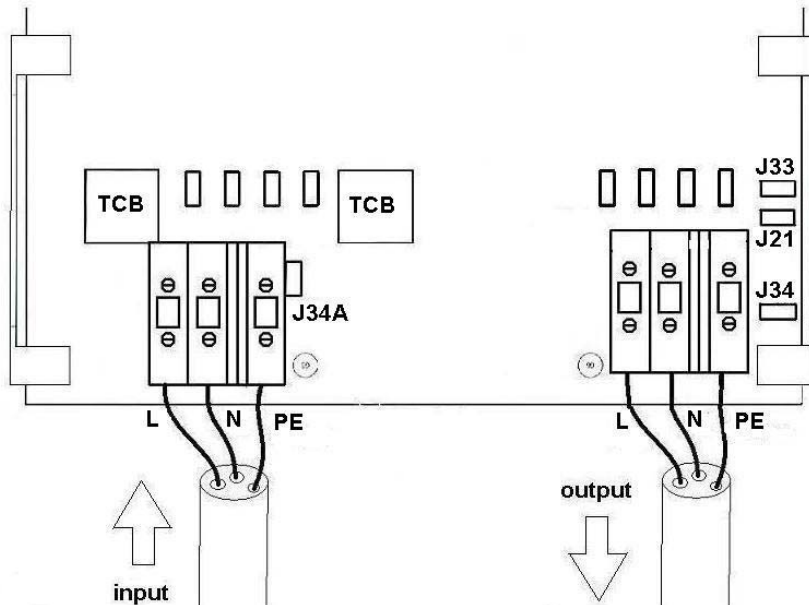

Abb. 1: Anschlüsse für Ein- und Ausgänge
2.1. Anschlüsse (siehe Abb. 1)